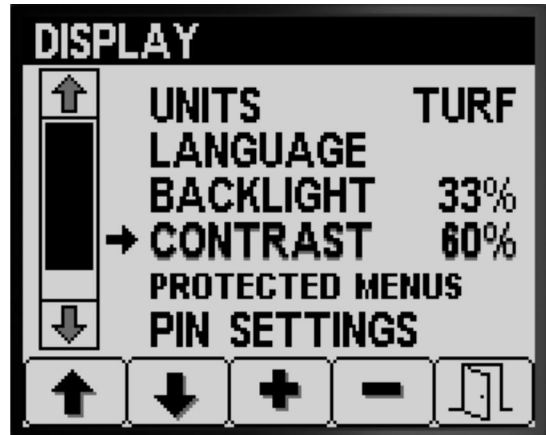

Figure 20
- Appuyez sur le bouton 1 ou 2 pour naviguer jusqu'à l'option RÉTROÉCLAIRAGE ou CONTRASTE (Figure 20).
- Appuyez sur le bouton 4 pour sélectionner l'option RÉTROÉCLAIRAGE ou CONTRASTE (Figure 20).
- Appuyez sur le bouton 3 ou 4 pour régler le rétroéclairage ou le contraste à la valeur souhaitée (Figure 20).
- Appuyez sur le bouton 5 pour enregistrer le réglage, quitter l'écran RÉTROÉCLAIRAGE ou CONTRASTE et retourner à l'écran RÉGLAGES (Figure 20).